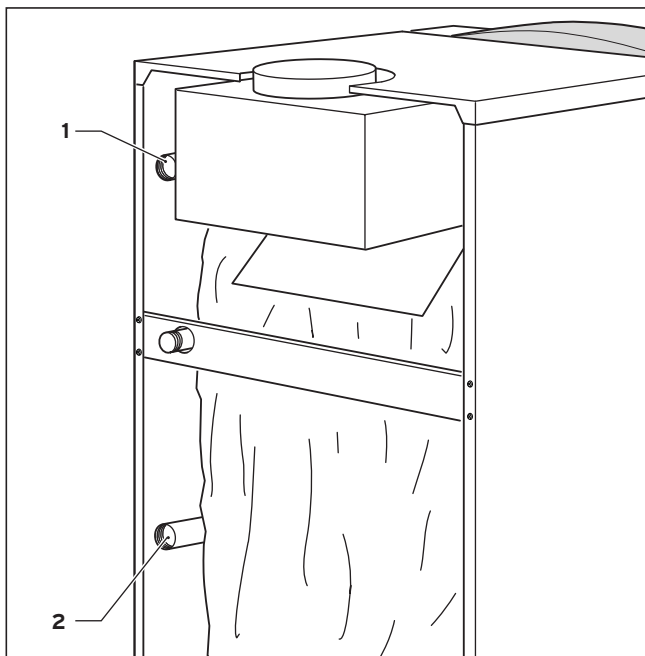

Fig. 4.1 Conexión en el lado de la calefacción
- Instalar la ida (1) y el retorno (2) de la calefacción conforme a los datos de la fig. 4.1.